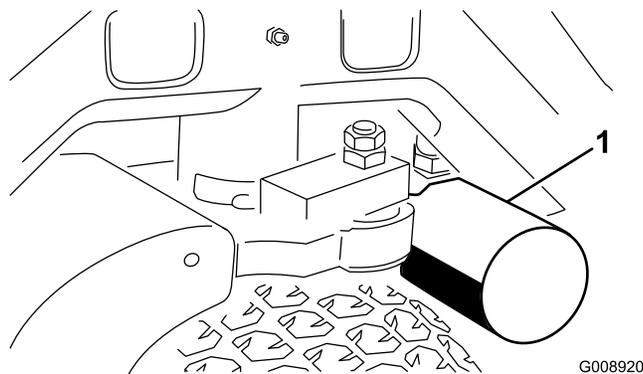
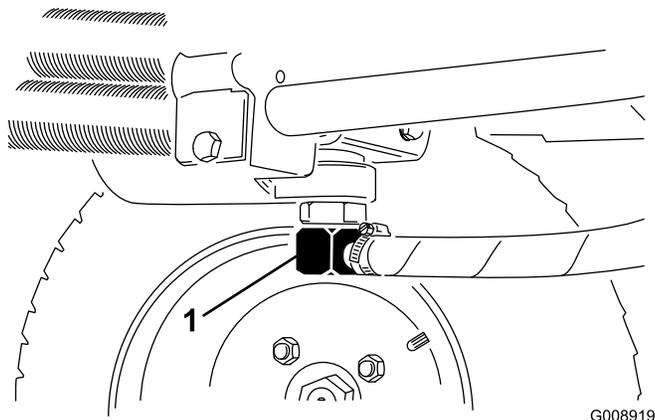

Figura 61
Figura 62
3. Limpe a zona de montagem do filtro. Coloque um recipiente de escoamento debaixo do filtro (Figura 61) e retire o filtro.
2. Desconecte as tubagens hidráulicas (Figura 62) ou retire o filtro hidráulico (Figura 61) e deixe que o fluido hidráulico esorra para dentro de um recipiente de escoamento. Instale as tubagens hidráulicas quando o fluido pare de escorrer.